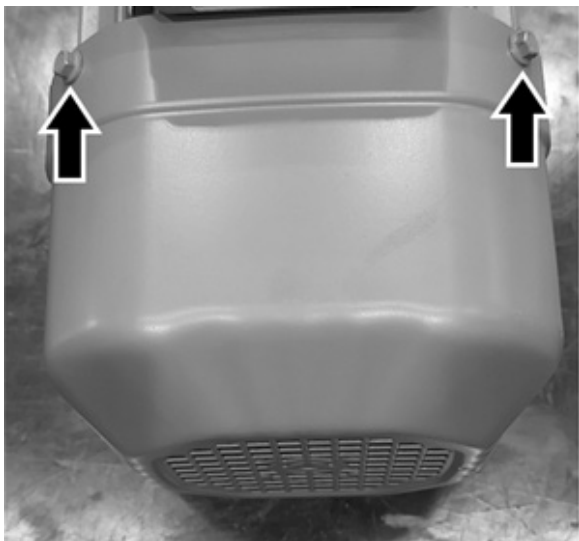
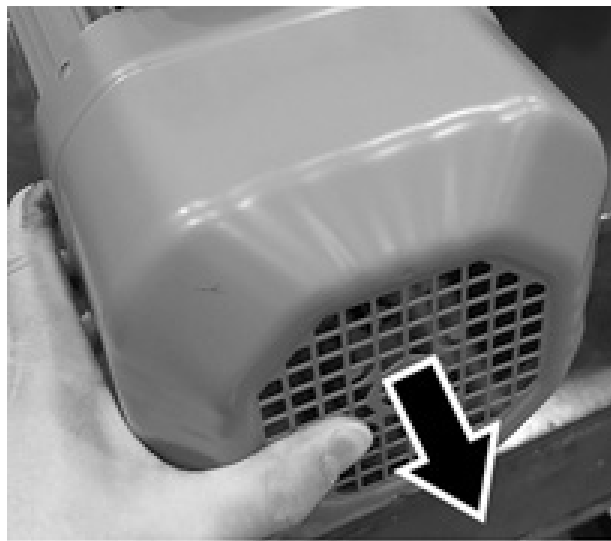

Figura 6.
Figura 7.
1. Retire la cubierta del eje extendido (consulte la Figura 6 y la Figura 7).